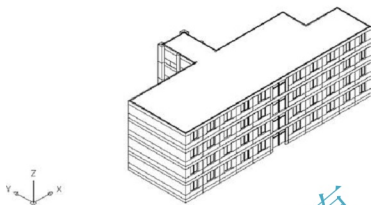

图 6.36 建立屋面模型
(1) 启动【移动】命令（快捷键 M）。
(2) 在**选择对象**:提示下，选择拉伸后的图形。
(3) 在**指定基点或 [位移(D)]<位移>:**提示下，在绘图区域单击任意一点作为【移动】命令的基点。
(4) 在**指定第二个点或<使用第一个点作为位移>:**提示下，输入“@0, 0, 13700”。
(5) 将【墙】、【勒脚】、【门窗框】、【玻璃】和【柱子】图层打开,结果如图 6.36 所示。